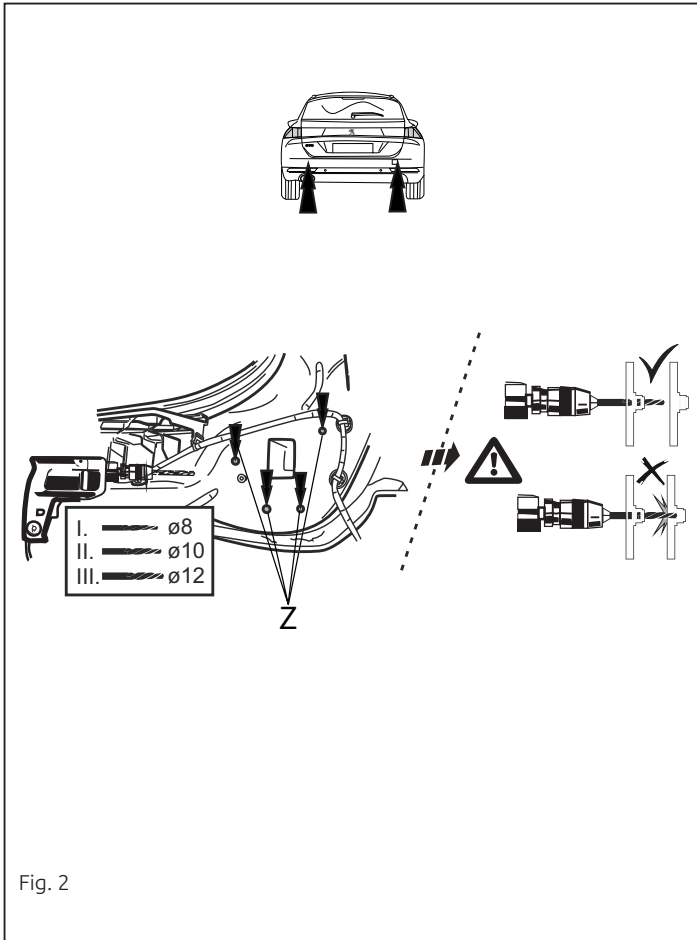

Fig. 2
2. Просверлить отверстия Z. См. рисунок 2.